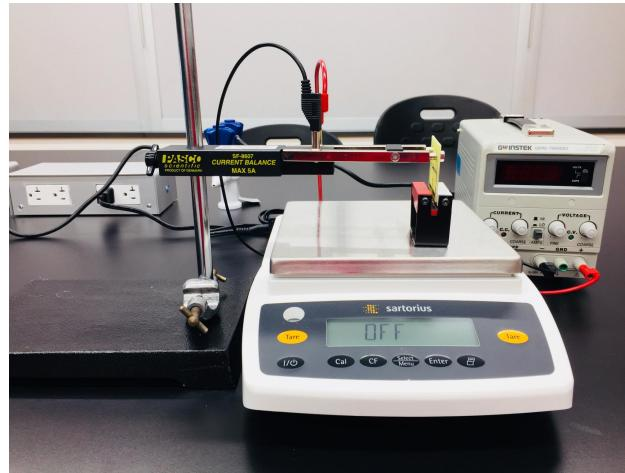

Figure 5: Montage expérimental de l'unité de base
De plus, vous aurez besoin d'une source de courant, d'une balance qui mesure des forces avec une précision équivalente à une masse de 0.01 gramme, et d'un support expérimental universel (Figure 5).
1. La partie principale est déjà montée sur un support expérimental. Dans les deux petits orifices situés à l'extrémité de couleur argentée, insérez la boucle de courant SF42 tel qu'illustré à la Figure 5. La longueur du fil dans le champ magnétique pour la boucle de courant SF42 est  $L = 8.4 \pm 0.2$  cm.